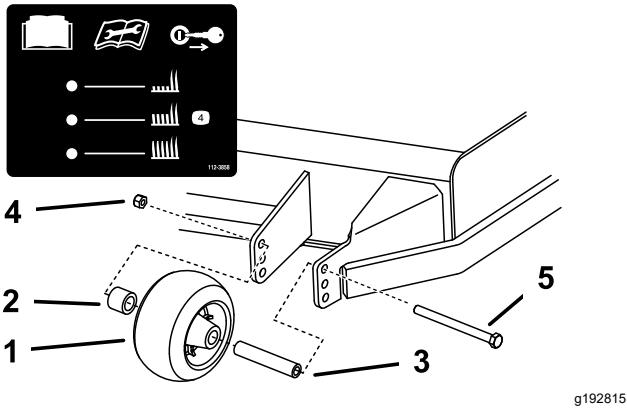

Рисунок 30
- Відрегулюйте антиобдирні ролики, як показано на Рисунок 30.